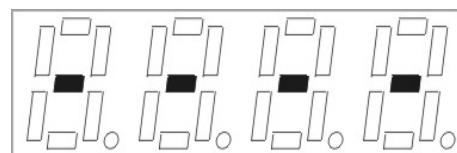

Рисунок 5
- Включить прибор. На экране появятся горизонтальные штрихи (рисунок 5).